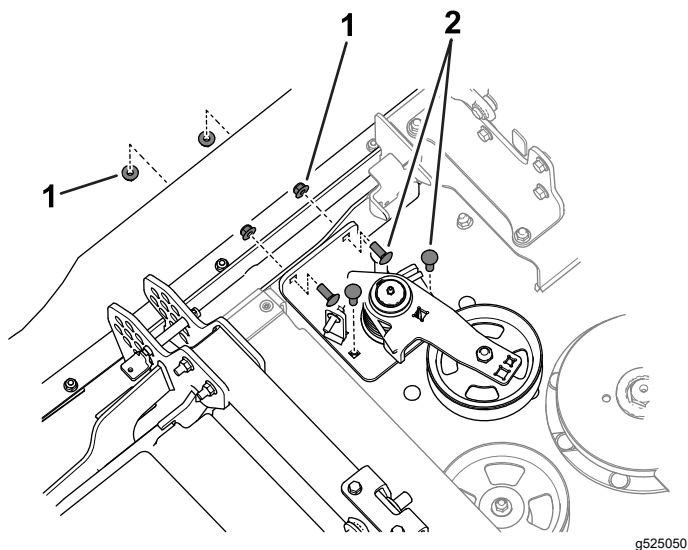

図 6
6. キャリッジボルト (3/8 x 1") 2本、およびキャリッジボルト (3/8 x 1-1/4") 2本とナット (3/8") 4個を使って、テンショナーアセンブリをカットングユニットに固定する (図 6)。